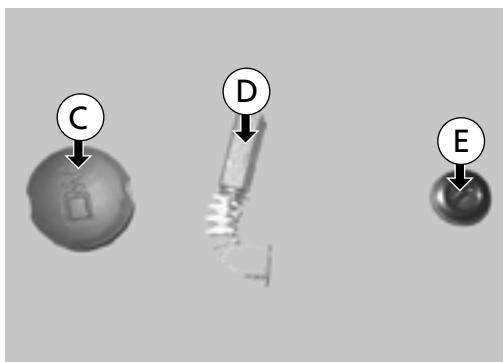

Abb. 52
Zum Wechsel der Kontaktbürsten die Abdeckung (C) des Kontaktbürstengehäuses öffnen und den Gewindededeckel (E) mit einem Schraubenzieher (D) lösen (Abb. 52), um Zugang zu den Kontaktbürsten zu erhalten.